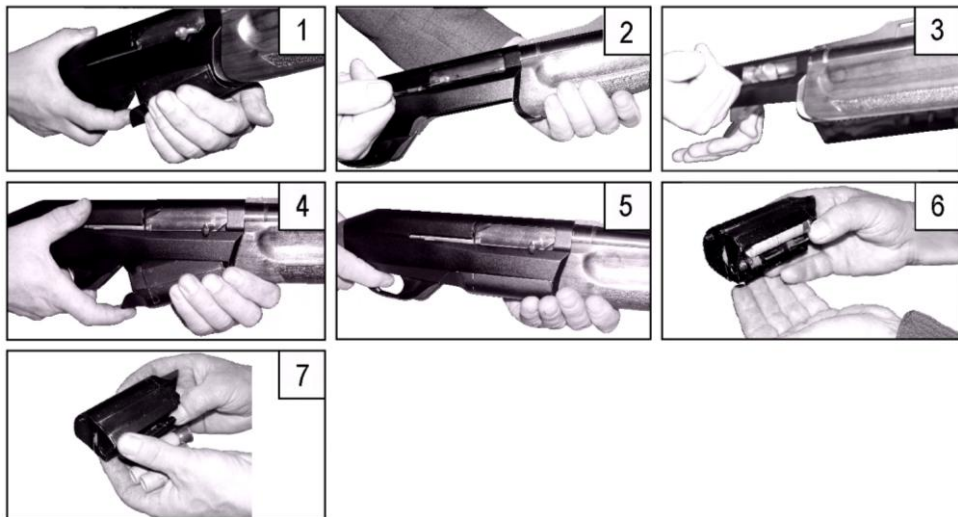

Рисунок 6 - Порядок разряжания ружья
- отсоединить магазин, нажав на защелку магазина указательным пальцем правой руки и придерживая магазин от падения левой рукой (Рисунок 6 вид 1);
- отвести затвор назад за рукоятку перезаряжания до отражения патрона из коробки. Затвор останется в крайнем заднем положении (Рисунок 6 вид 2);
- придерживая затвор за рукоятку правой рукой, левой опустить рычаг останова вниз и переместить затвор в крайнее переднее положение (Рисунок 6 вид 3);
- во избежание попадания грязи и снега внутрь коробки, присоединить пустой магазин (Рисунок 6 вид 4, вид 5).
- взять магазин в правую руку, приемник окном вниз – в ладонь (Рисунок 6 вид 6).
- большим пальцем правой руки нажать на прогнутую часть оси фиксаторов патрона, при этом патроны под действием пружин выйдут из магазина в левую ладонь (Рисунок 6 вид 7).